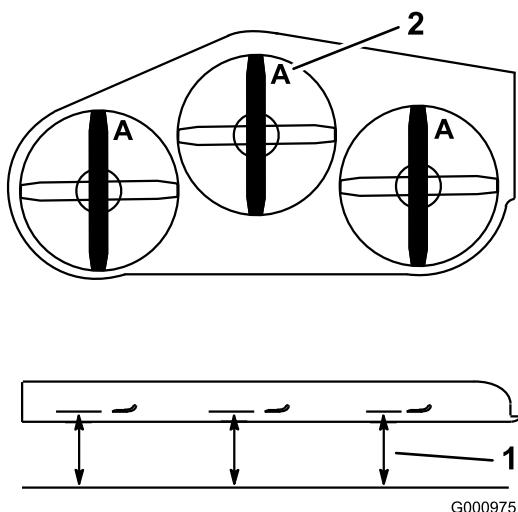

Figuur 74
2. Verwijder de mesbout, de klemring en het mes van de spilas (Figuur 74).
1. Monteer het mes op de as (Figuur 74).
2. Monteer de klemring en de mesbout (Figuur 74).